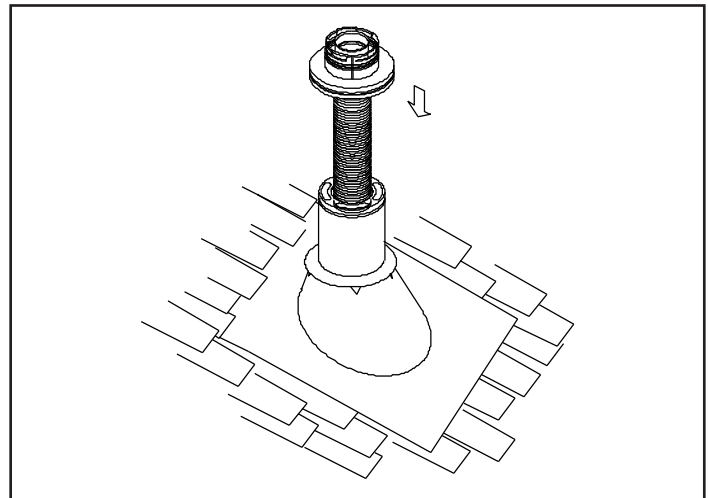

Figure 4.15
- Placez le tuyau flexible au centre de la cheminée en l'introduisant depuis le haut et placez l'adaptateur supérieur au centre du conduit de cheminée. Percez quatre trous de 3 mm (1/8 po) de diamètre dans l'adaptateur supérieur et dans le débouché de cheminée, de préférence à partir du côté de l'adaptateur supérieur. Assurez-vous de percer dans le métal de la cheminée. Placez l'abat-vent pour vents forts sur l'adaptateur supérieur et tournez-le pour le verrouiller en place. Voir les figures 4.15 et 4.16.